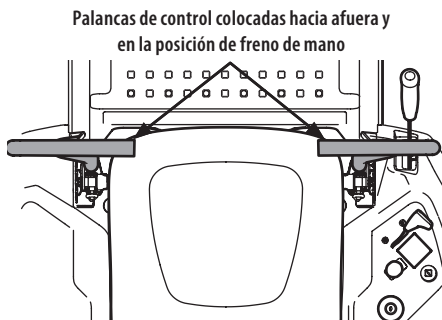

Figura 26
1. El operador debe estar sentado en el asiento del tractor con las palancas de control de la transmisión completamente hacia afuera en la posición de estacionamiento (Figura 26). Consulte la sección Funcionamiento de práctica (uso inicial) para obtener más instrucciones.